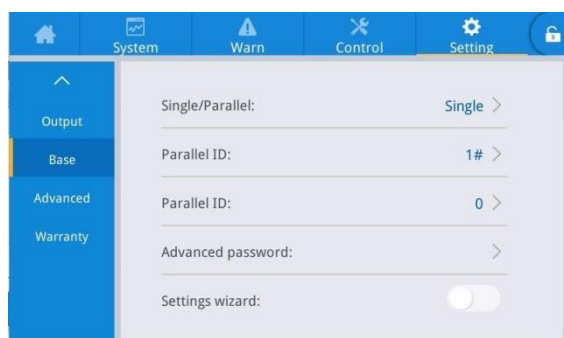

Рис.5-8 Синхронизация.
2. В интерфейсе настройки параметров выберите значение 1, 2 ,в параллельном режиме система поддерживает максимум 2 ИБП., см. рисунок 5-8.